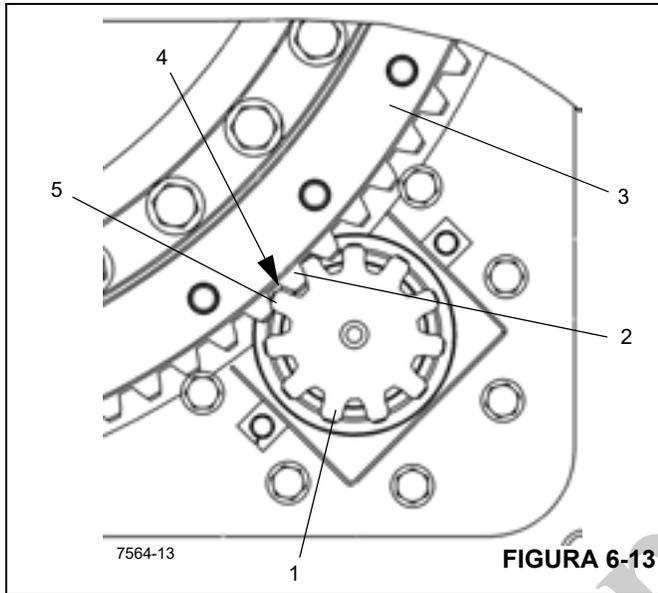

FIGURA 6-13
6. Instale el piñón del mecanismo de giro (1) (Figura 6-13) de modo que los dientes del engranaje del piñón impulsor se alineen con los dientes de punto alto (excentricidad máxima) (2) en el cojinete de la torreta (3).
El punto alto o la máxima excentricidad del cojinete de la torreta se identifica en fábrica mediante tres dientes de engranajes consecutivos en el cojinete de la torreta como el punto alto. El diente uno y el tres están estampados en el acero (1) (Figura 6-12) con una marca en las partes superior e inferior de los dientes de engranaje. Utilice estos tres dientes de engranaje cuando se instale el mando de giro y se revise el juego entre dientes que se muestra en la Figura 6-13.
7. Revise el juego entre dientes (4) (Figura 6-13) con un suplemento de 0.203 mm (0.008 pulg) de grosor entre los dientes del engranaje del piñón impulsor (5) y los dientes de engranaje de punto alto (excentricidad máxima) (2) en el cojinete de la torreta.
**NOTA:** Si se va a instalar un cojinete (3) (Figura 6-13) nuevo, será necesario instalar también un piñón (1) nuevo.